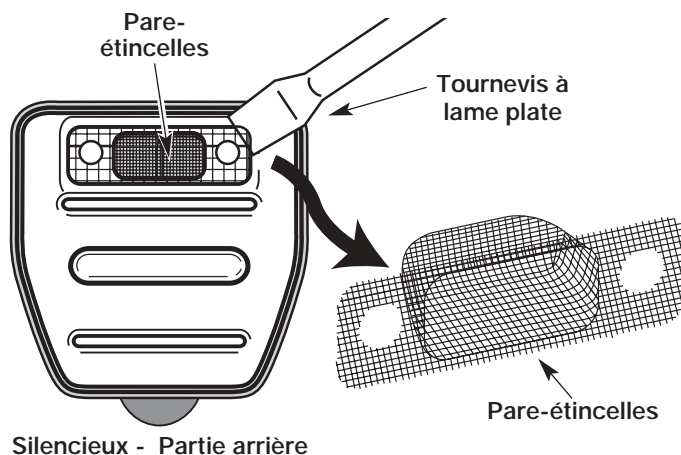

Fig. 27
4. Soulevez soigneusement le pare-étincelles de son trou à l'aide d'un petit tournevis à lame plate (Fig. 27). Retirez le pare-étincelles du silencieux.
5. Nettoyez le pare-étincelles à l'aide d'une brosse métallique. Remplacez-le s'il est endommagé ou si vous n'arrivez pas à le nettoyer complètement (Fig. 27).